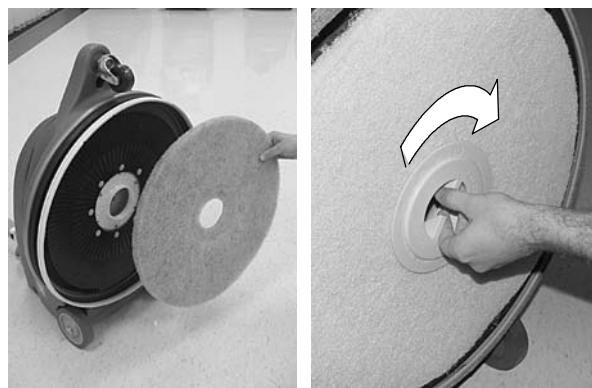

図 2
4. Rプラスチック製のセンターロックリングをパッドドライバーから取り外し、パッドをパッドドライバーに合わせてから、センターロックリングを時計回りに回してパッドを固定します。センターロックリングがきちんと締まっているか確認してください。(図2)